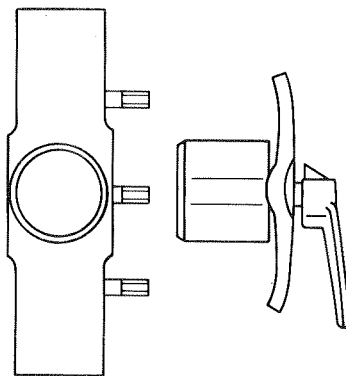

Abb. 4.11
- Die beiden Sechskantmutter gleichmäßig, jedoch nicht zu fest anziehen (bei zu großem Anzugsmoment verformt sich der Deckel und dichtet dann nicht mehr richtig ab, Abb. 4.11).